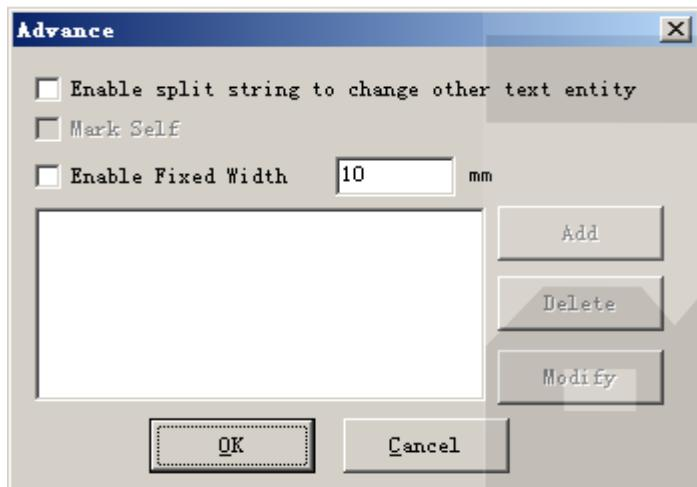

Рис. 4-48. Окно диалога расширенных функций.
При нажатии «Advance» появится окно диалога, показанное на Рис. 4-48.
3. Нажмите «Advance», появится окно диалога, Рис. 4-48.